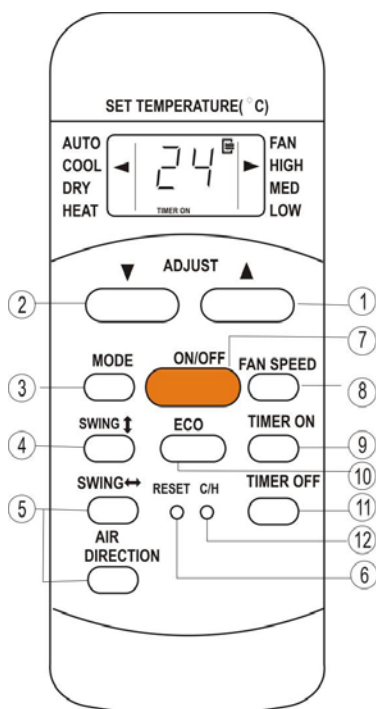

Рис.3-2
3.1.2 Описание кнопок и функций беспроводного пульта (рис.3.2)
3.1.2.1 Описание кнопок и функций пульта модели RG51Q1/BGE (рис.3-2)
3.1.2.2 Описание кнопок и функций пульта модели RG51C/E (рис.3-2)